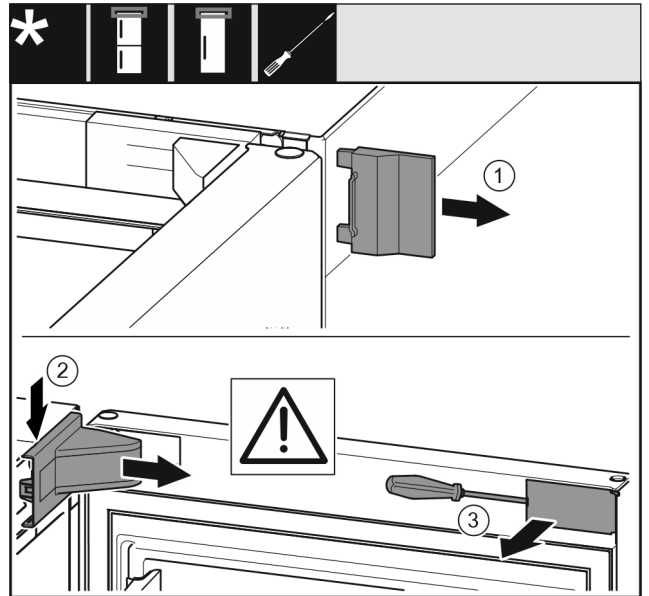

Fig. 10
- ▶ Zdjąć zewnętrzną osłonę Fig. 10 (1).
- ▶ Wyczepić i zdjąć osłonę płytki zawiasu Fig. 10 (2).
- ▶ Wyczepić zaślepkę Fig. 10 (3) śrubokrętem i odchylić w bok.